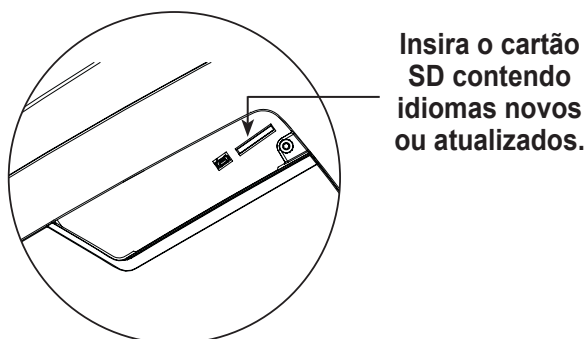

Figura 7
6. Insira o cartão SD contendo os dados de idioma no painel lateral da máquina. Consulte a Figura 7.